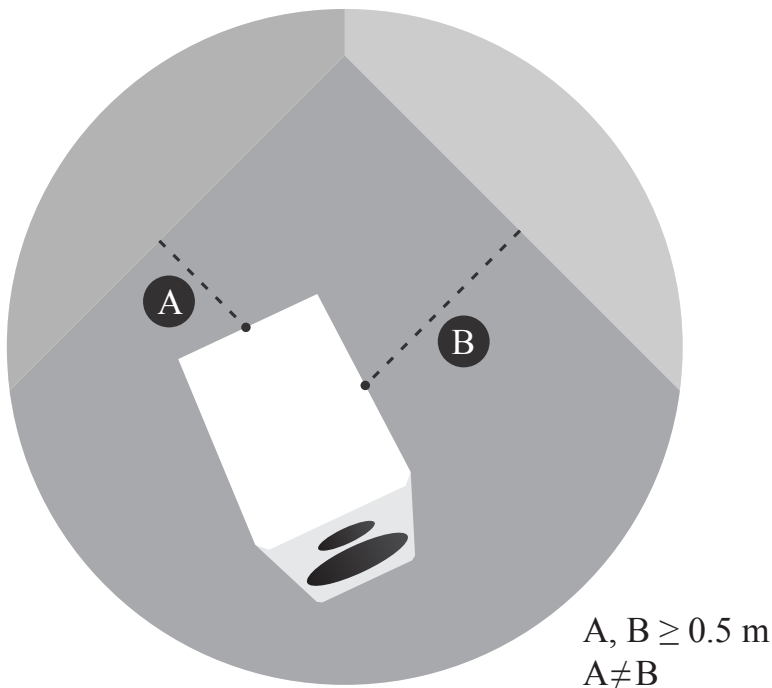

Abbildung 4: Abstand zu Wänden
- Zur Reduzierung möglicher Reflexionen der an den Rück- und Seitenwänden abstrahlenden Signalanteile sollte der Abstand zu diesen Grenzflächen möglichst 0,5 Meter oder mehr betragen (siehe Abbildung 4).